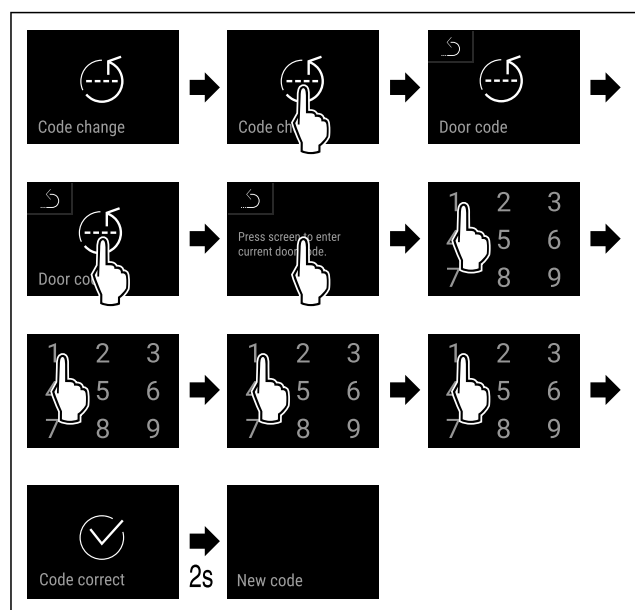

Fig. 91
- ▶ Efectuați pașii de acțiune (vezi Fig. 91) .